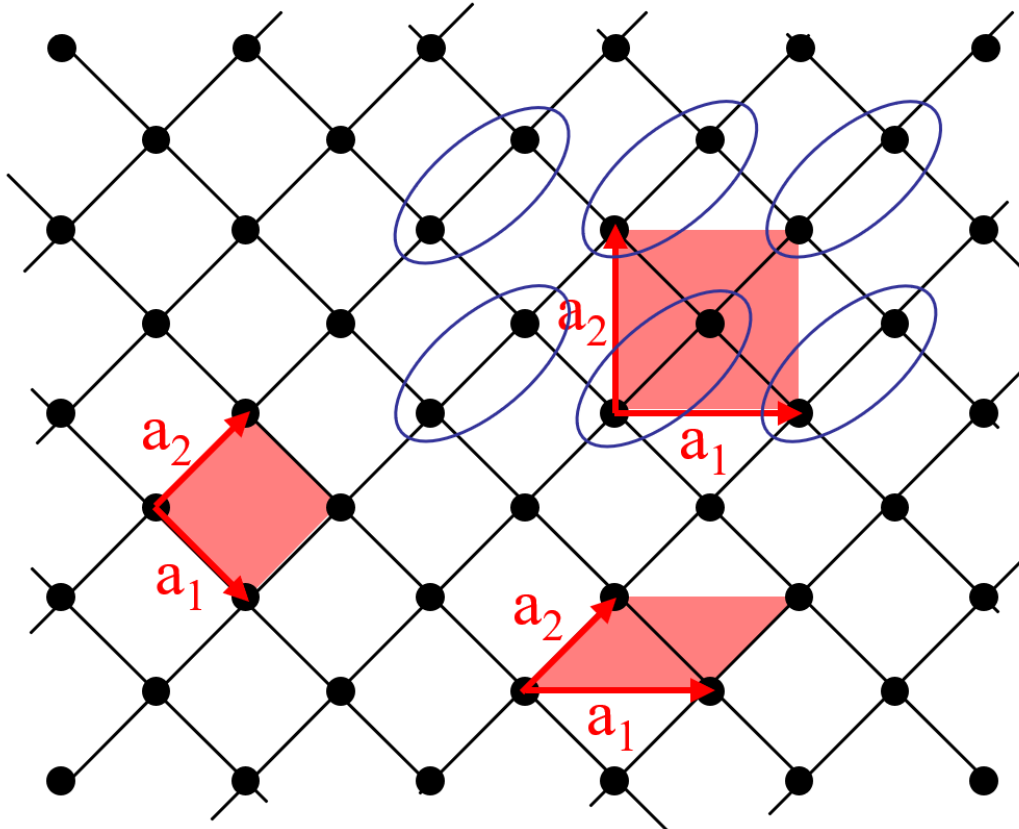

Figura 1.1: Ejemplos de vectores unitarios y sus correspondientes celdas unitarias.
**Definición 1.4 (Celda unitaria primitiva).** Es un volumen del espacio que por traslaciones en vectores de la red cubre todo el espacio (sin solapamientos). Una posible forma de construirla es por el paralelepípedo definido por los vectores base primitivos. La figura 1.1 muestra en la parte inferior dos posibles celdas unitarias con sus vectores bases asociados.
donde los  $u_i$  toman también valores no enteros. Un ejemplo es la celda cuadrada centrada que se muestra en la figura . Las celdas (unitarias) no primitivas correspondientes son siempre de mayor volumen que las primitivas por tener asociado más de un punto de red. Para algunos propósitos (por ejemplo, la *indexación* de máximos de difracción de rayos x que se verá en el Capítulo 2) la combinación red+base puede variarse, aunque sea a costa de aumentar el número de átomos de la base. En la figura 1.1 puede verse en la parte superior un conjunto de vectores base que no forman una celda primitiva, mientras en la parte inferior (e inferior izquierda) podemos ver vectores base que sí forman una celda primitiva.